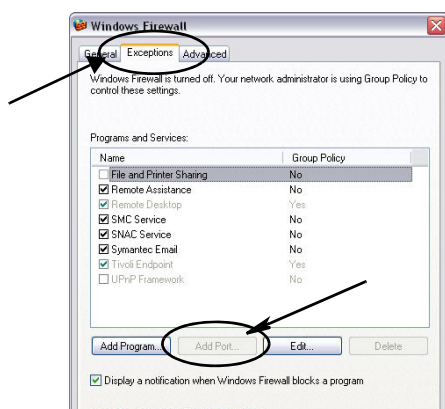

FIG. 25
2. S'il n'est pas déjà sélectionné, cliquez sur l'onglet "Exceptions" pour afficher le contenu (Fig. 25).
3. Cliquez sur le bouton "Add Port" (Ajouter un port) (Fig. 25).